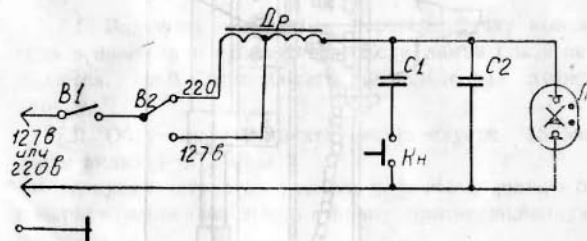

Рис. 2. Схема электрическая принципиальная
4. 2. Схема электрическая принципиальная показана на рис. 2.